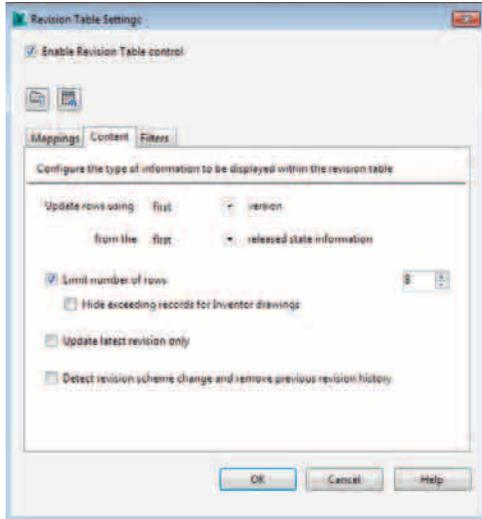

Рис. 5. Настройка таблицы редакций хранилища
- ▶ Обновление только последних редакций. Данная опция позволяет игнорировать обновление существующих строк таблицы редакций (Рис. 5).